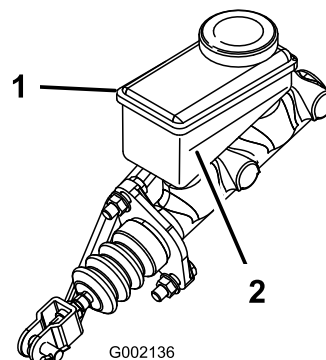

Figure 128
5. Observez le repère de niveau sur le côté du réservoir (Figure 128).
- B. Versez du liquide de frein DOT 3 dans le réservoir jusqu'à ce que le niveau dépasse le repère minimum (Figure 128).